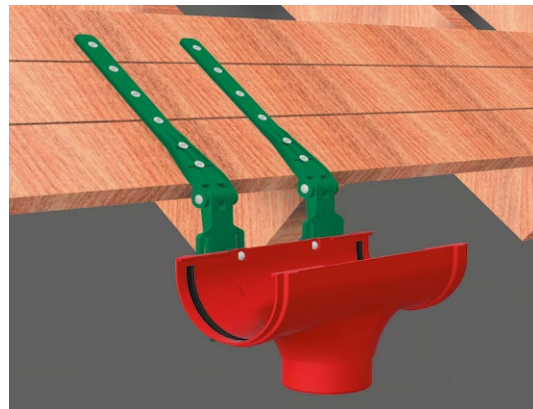

Рис. 27 Монтаж воронок PREMIUM и STANDARD на регулируемых креплениях
- Воронки BC PREMIUM и STANDARD устанавливаются на два крепления регулируемых (Рис. 27).
■ При использовании креплений регулируемых, воронка устанавливается на два крепления. Элементы фиксируются на креплении регулируемом через проушину за счёт винтового соединения (Рис. 27).